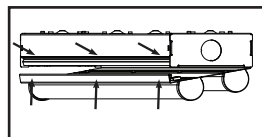

Fig. 4
9. Réinstallez le couvercle du canal en accrochant un côté autour du canal, puis en poussant l'autre côté vers le haut par-dessus la partie gaufrée. Pour éviter de plier le couvercle du canal, commencez par le milieu du luminaire et progressez jusqu'à chaque extrémité. Voir la Figure 4.